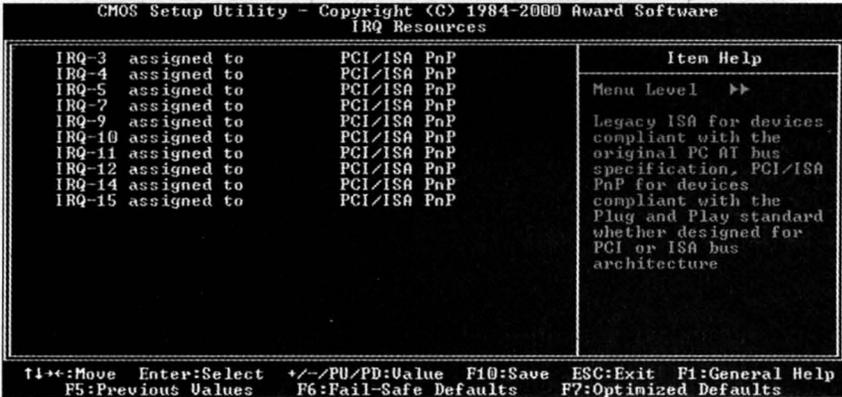

Рис. 11.2. Подраздел BIOS для ручной настройки прерываний
Если в параметре Resources Controlled By задан ручной способ распределения ресурсов, можно изменить настройки для отдельных прерываний, обозначенных номерами от 3 до 15. Во многих версиях BIOS параметры прерываний собраны в отдельном подменю IRQ Resources (рис. 11.2).
- Legacy ISA (Manual, Reserved) — прерывание будет зарезервировано для ISA-платы. Например, чтобы подключить плату, использующую IRQ 5, для параметра IRQ-5 assigned to нужно установить значение Legacy ISA (см. рис. 11.2).